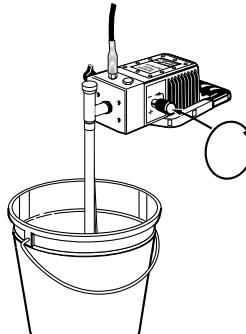

Figura 8 - Como girar o controle de pressão
- Gire o controle de pressão totalmente no sentido horário para a posição de alta pressão. Dentro de poucos segundos, o solvente começará a circular pelo tubo (veja a Figura 8).